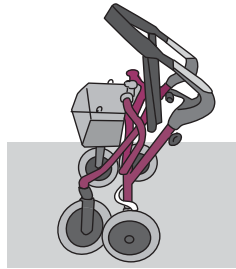

図 4-9
- 使用しないときには、全体を折りたためます。(図 4-9)